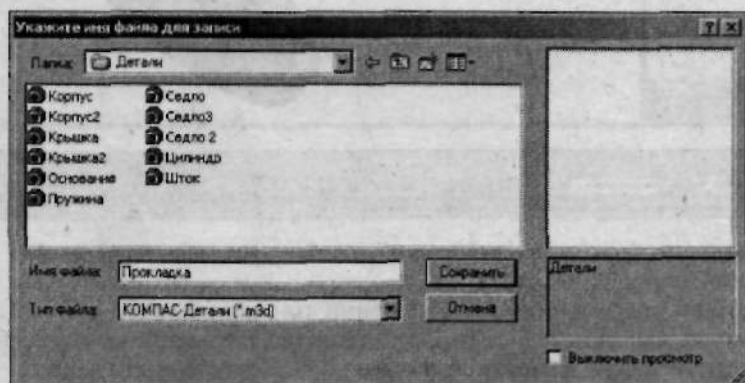

Рис. 3.16. Выберите место записи и имя файла
4. Укажите место на жестком диске для записи файла новой создаваемой детали, назовите ее **Прокладка** (рис. 3.16). Деталь, создаваемая в контексте сборки записывается в отдельный файл, и доступна как в файле сборки, так и автономно. То есть если вы хотите редактировать деталь, созданную в контексте сборки, не обязательно открывать файл сборки, а достаточно открыть этот файл как обычный документ КОМПАС и внести необходимые изменения. Эти изменения автоматически отобразятся в дальнейшем в сборке.